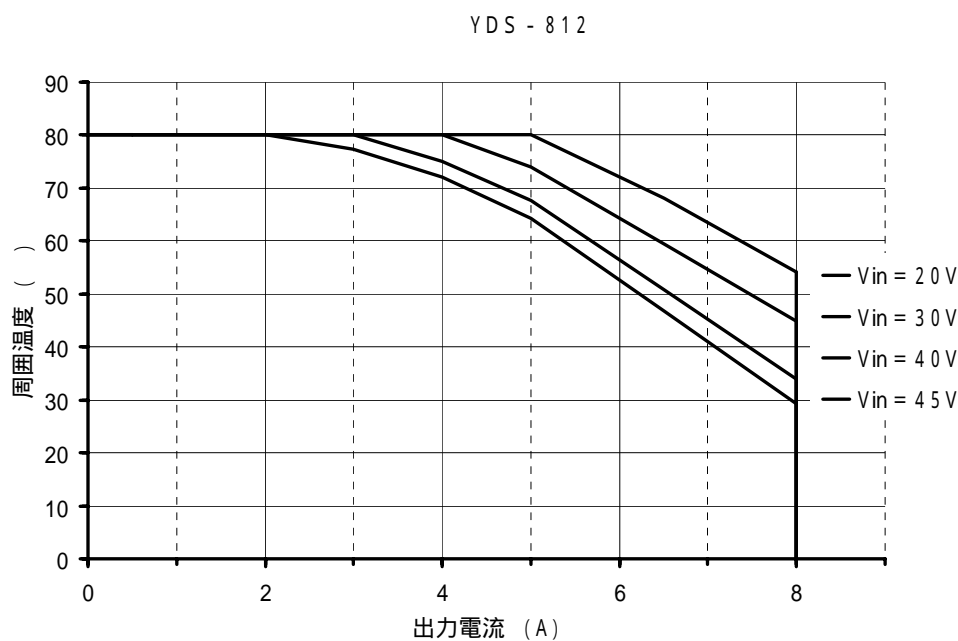
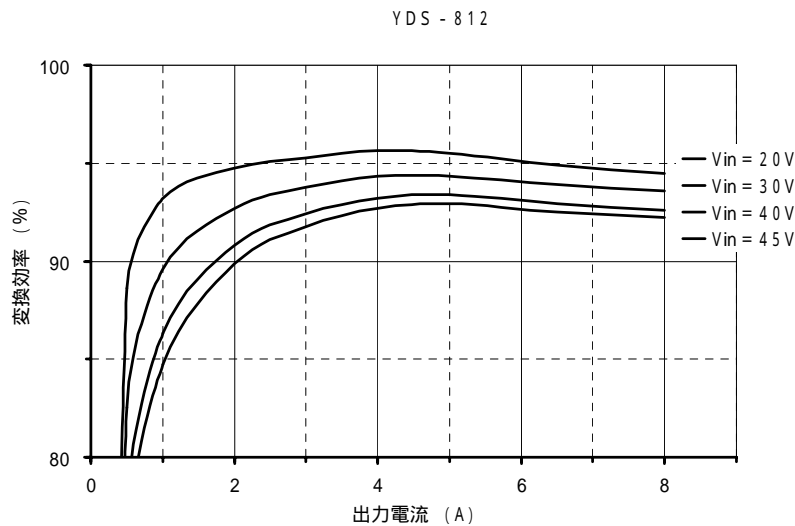

図5. 出力電流 Vs 周囲温度(代表例)
図8. 効率曲線 (Ta=25 代表例)
YDS-800シリーズの最高周囲温度は入力電圧、出力電流により変換効率が変動し、内部ロスが変化するため、図5のグラフまたは内部ロス曲線(図6)、効率曲線(図8)から決定します。
・出力電流 Vs 周囲温度グラフ(図5)を使った求め方
- 図5の「出力電流 Vs 周囲温度」グラフからb)の条件における最高周囲温度が決定されます。
・ 効率曲線 (図8) を使った求め方
- c). 図8の「効率曲線」から、b)の時の効率 (%)を求めます。
- c). 効率 : 約94.5% (図8より)